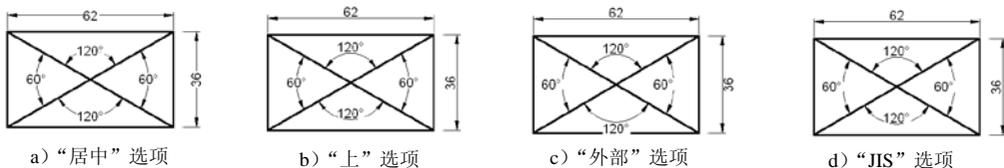

图 8.2.9 设置文字垂直位置
- **垂直 (V)**：下拉列表：用于设置标注文字相对于尺寸线在垂直方向的位置。其中，选择“居中”选项，可以把标注文字放在尺寸线中间；选择“上”选项，将把标注文字放在尺寸线的上方；选择“外部”选项，可以把标注文字放在尺寸线上远离标注起点的一侧；选择 JIS 选项，则按照日本工业标准（JIS）规则放置标注文字，如图 8.2.9 所示。